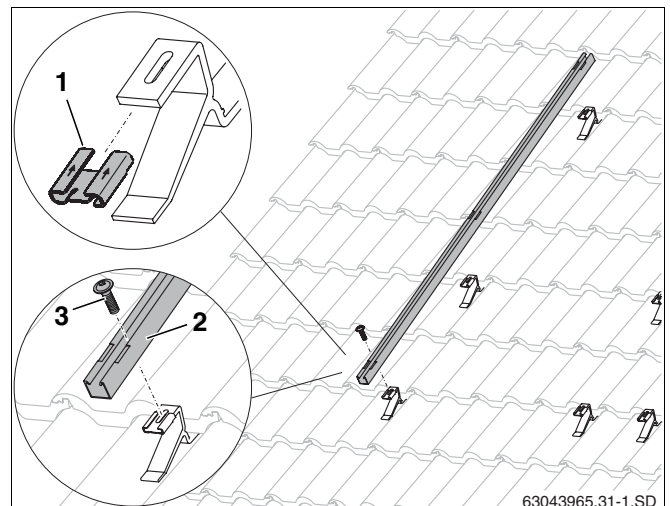

Fig. 29 Fixação do perfil para carga de neve
- Deslocar a porca móvel (fig. 29, **item 1**) no sentido da seta sobre o gancho para telhados.
- Colocar o perfil de carga de neve (fig. 29, **item 2**) no gancho para telhados e apertar com o parafuso M8 (fig. 29, **item 3**).